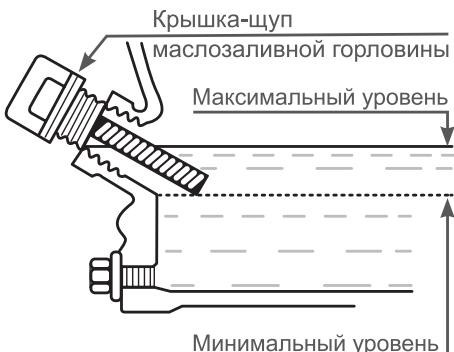

Рис. 5 Проверка уровня масла в картере
- Протрите щуп насухо и вставьте в отверстие горловины, не закручивая (Рис. 5).
- Аккуратно вытащите щуп и осмотрите его. Уровень масла должен соответствовать верхней отметке на щупе. При недостаточном уровне масла в картере необходимо долить чистое масло до верхней отметки на щупе, что соответствует нижней кромке залывного отверстия (Рис. 5). После окончательной проверки, плотно закрутите крышку-щуп.
Максимальный уровень масла в картере соответствует нижней кромке маслозаливной горловины (Рис. 5).